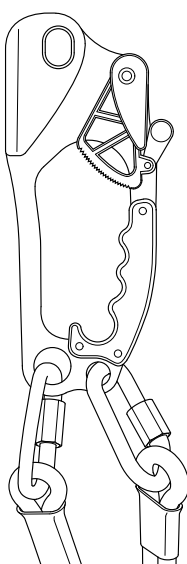

FIG. 2
2. Bloccare il braccio a molla sul corpo del dispositivo di sollevamento (Fig.2)